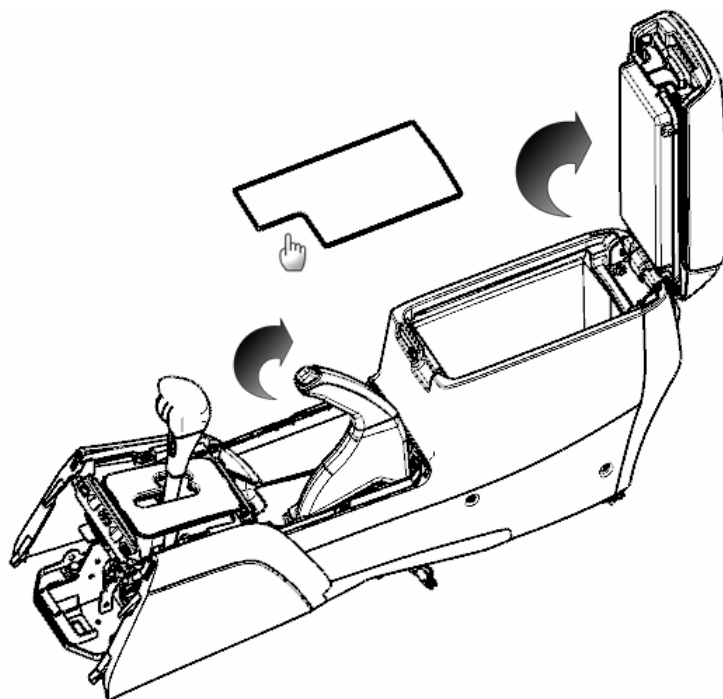

图 5-2-3 副仪表板拆卸
(1) 如图 5-2-3 所示：拉上驻车制动手柄，副仪表板扶手开启到最大位置处，取出副仪表板置物盒盖垫。